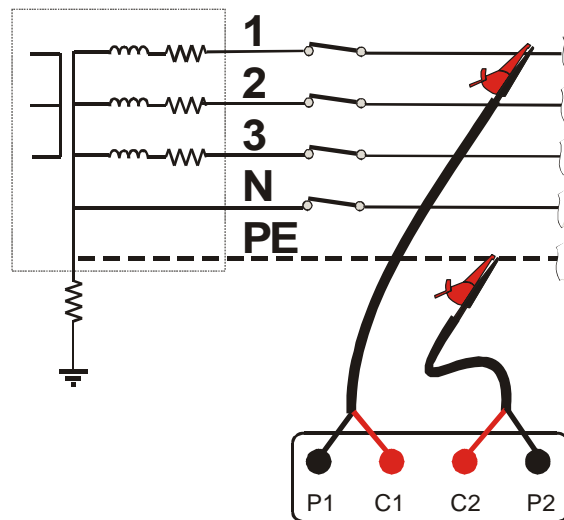

Abb. 5: Anschluss für Schleifenimpedanzmessung Phase gegen ERDE
2. Stecken Sie die 4 Sicherheits-Verbindungsstecker in die korrespondierenden Eingänge C1-P1 und C2-P2 des Instrumentes (sehen Sie Abb. 5).
3. Verbinden Sie die Krokodilklemmen mit der Elektrischen Installation gem. Abb.5